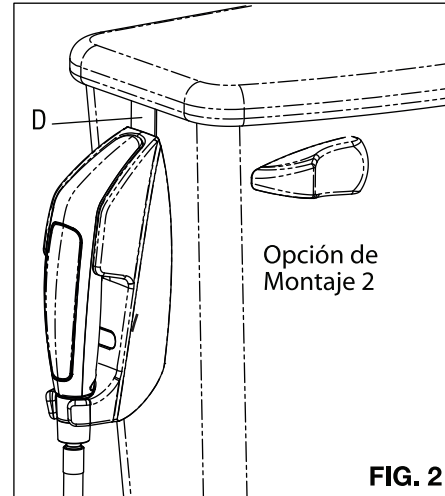

FIG. 2
The Cradle (A) can be mounted on the toilet tank using either the included Adhesive Pad (J) or included Dock Hook (D). [Fig. 2]
La Base Soporte (A) puede ser montada sobre el estanque utilizando el Adhesivo Doble Faz (J) incluido o sino el Gancho Metálico (D). [Fig. 2]
Le Support de Bidet (A) peut être monté sur le réservoir des toilettes à l'aide soit du Tampon Adhésif (J) fourni, soit du crochet compris. [Fig. 2]